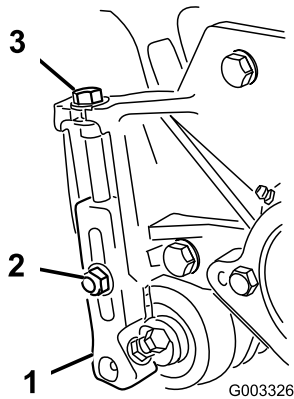

Bild 14
1. Lösen Sie die Sicherungsmuttern, mit denen die Schnitthöhenarme an den Seitenplatten des Mähwerks befestigt sind (Bild 14).